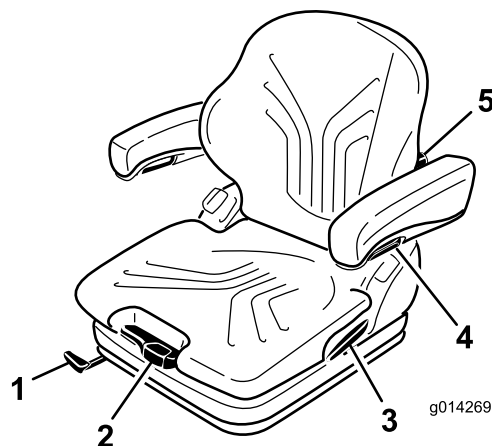

Figura 22
O banco é ajustado ao peso do condutor puxando ou carregando na alavanca de ajuste de peso (Figura 22).
1. Para ajustar, desloque a alavanca para cima e desbloqueie o banco (Figura 22).
Rodando o manípulo de ajuste para cima, a curvatura na parte superior da almofada do apoio lombar pode ser ajustada. Rodando o manípulo de ajuste para baixo, a curvatura na parte inferior da almofada do apoio lombar pode ser ajustada (Figura 22).
Para ajustar a altura dos apoios dos braços, separe a tampa redonda (Figura 22) da cobertura, desaperte a porca hexagonal (13 mm) por detrás e ajuste os apoios dos braços para a posição desejada e aperte a porca. Substitua a tampa na porca.
Para ajustar o ângulo dos apoios dos braços, rode o manípulo de ajuste (Figura 22).
Puxe a alavanca de bloqueio para libertar o trinco do apoio lombar (Figura 22). Ao libertar o trinco do apoio lombar, não aplique força no apoio pressionando contra ele.